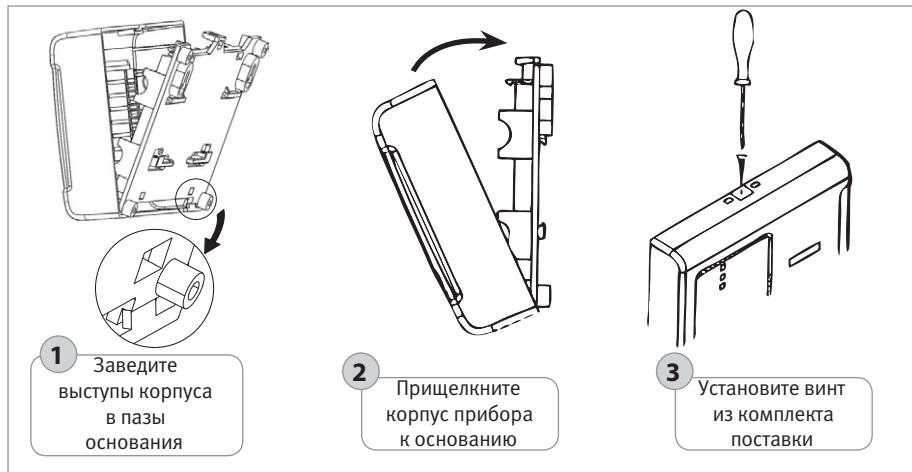

Рисунок 22.
- 1.1.5. Установите крышку прибора в порядке, указанном на рис. 22.
- 1.2.6. Установите крышку прибора в порядке, указанном на рис. 22.